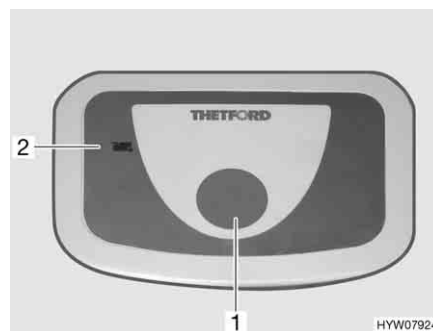

Fig. 156 Pulsante dello sciacquone/spia di controllo toilette Thetford
- Per sciacquare premere il pulsante blu (Fig. 156,1).
La spia di controllo (Fig. 156,2) si accende quando il serbatoio fecale deve essere svuotato.